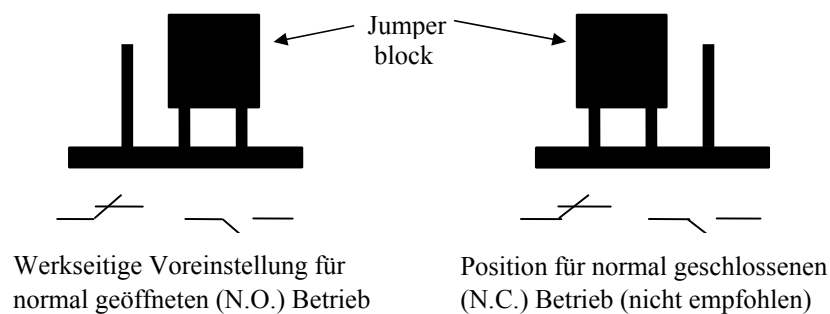

Abbildung 4 – Jumper J8 Einstellung
2. Prüfen Sie vor dem Anschluss an die Stromversorgung, ob die Anschlüsse korrekt sind. Die erforderlichen Anschlüsse für P und N sowie die empfohlene Verwendung von Fehlermeldenfunktionen sind dem Schaltplan in Abbildung 4 zu entnehmen. Die Klemmenanordnung ist in Abbildung 7 dargestellt.
4. Der Widerstand bzw. die Widerstände müssen über einen internen Thermoschalter verfügen (in der Regel ein offener Schalter), der mit einem Sicherheitsschaltkreis verkabelt ist, der die Stromversorgung des Umrichters unterbricht. Eine typische Konfiguration ist in Abbildung 4 dargestellt. Auf diese Weise führt eine Übertemperatur des Widerstands oder eine Unterbrechung in der Alarmverkabelung dazu, dass die Stromversorgung des Umrichters unterbrochen wird.
WARNUNG! Stellen Sie sicher, dass Sie eine Methode zur Stromabschaltung verwenden, wie in Abbildung 4 oben gezeigt, die den Umrichter im Falle einer Überhitzung des Bremswiderstands vom Strom trennt. Bei Nichtbeachtung besteht Brand-, Verletzungs- oder Lebensgefahr.